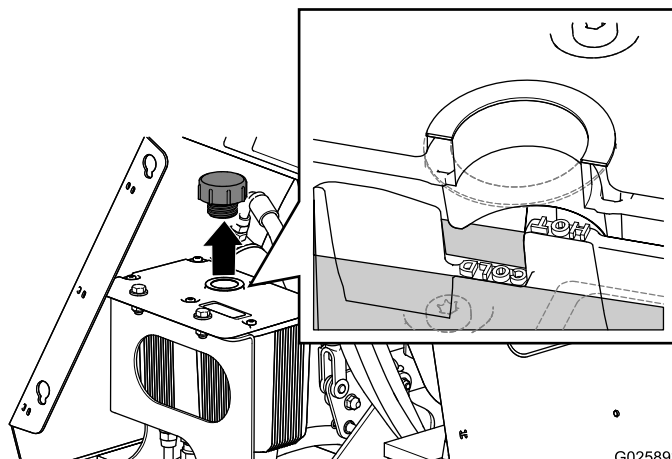

Figura 58
5. Limpie la zona alrededor del tapón del depósito de aceite hidráulico (Figura 58).
6. Retire el tapón y compruebe el nivel de aceite hidráulico del depósito (Figura 58).
7. Si es necesario, añada el aceite hidráulico especificado hasta que el aceite cubra el nivel **Cold** en el tabique (Figura 58).
8. Vuelva a colocar el tapón del depósito de aceite hidráulico y apriételo hasta que esté cerrado (Figura 58).